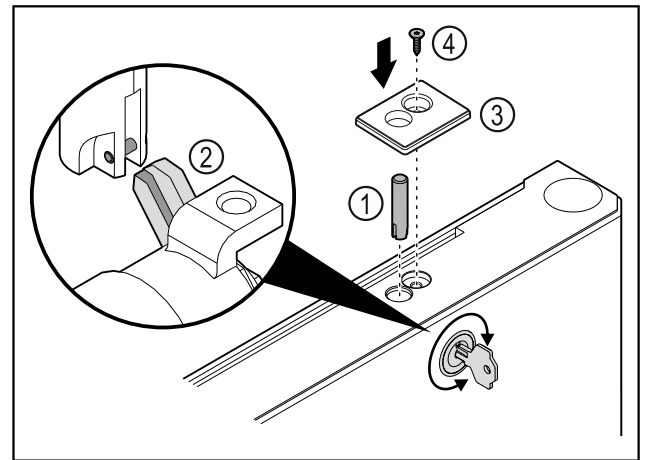

Fig. 39
- ▶ Schlossbolzen Fig. 39 (1) einsetzen.
- ▶ Schloss leicht drehen, damit Schlossbolzen Fig. 39 (2) in Schlitz von Schloss einrastet.
- ▶ Abdeckung Fig. 39 (3) einsetzen.
- ▶ Schraube Fig. 39 (4) einsetzen.